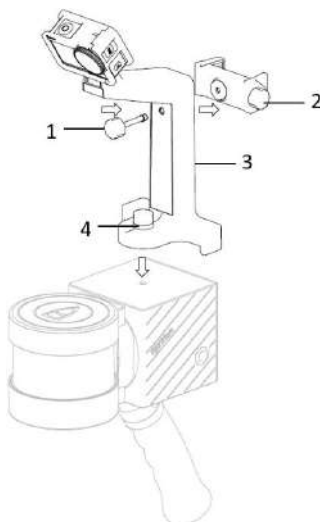

図2-1 カメラアクセサリーのインストール
図 2-1 に示すように、最初に携帯電話ホルダーのノブスクリュー❶をカメラホルダー❷の中央の穴に通し、時計回りに回転させ、携帯電話ホルダー❸をロックして水平に保ちます。次にカメラホルダー❷を垂直に下向きにして、S1のスキャンケースの上面に残された1/4 のねじ穴に合わせ、カメラホルダーのノブスクリュー❹を使用してカメラホルダーの底の穴を通過します。時計回りに回転し、手持ちスキャンの 1/4 のねじ穴にロックします。